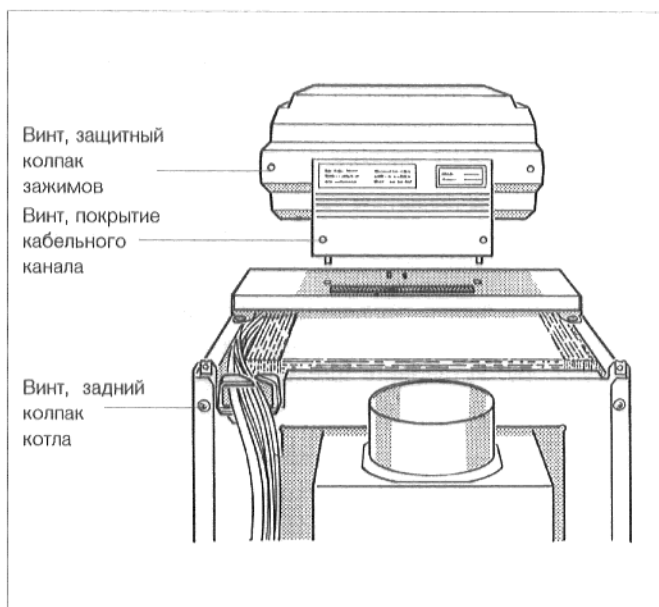

Рис. 6. Обратная сторона
- Вывинтить оба крепежных болта заднего колпака котла (рис. 6). Снять задний колпак котла.
- Вывинтить оба винта защитного колпака зажимов регулятора (рис. 6). Снять защитный колпак зажимов.
- Вывинтить оба винта покрытия кабельного канала (рис. 6). Снять покрытие.